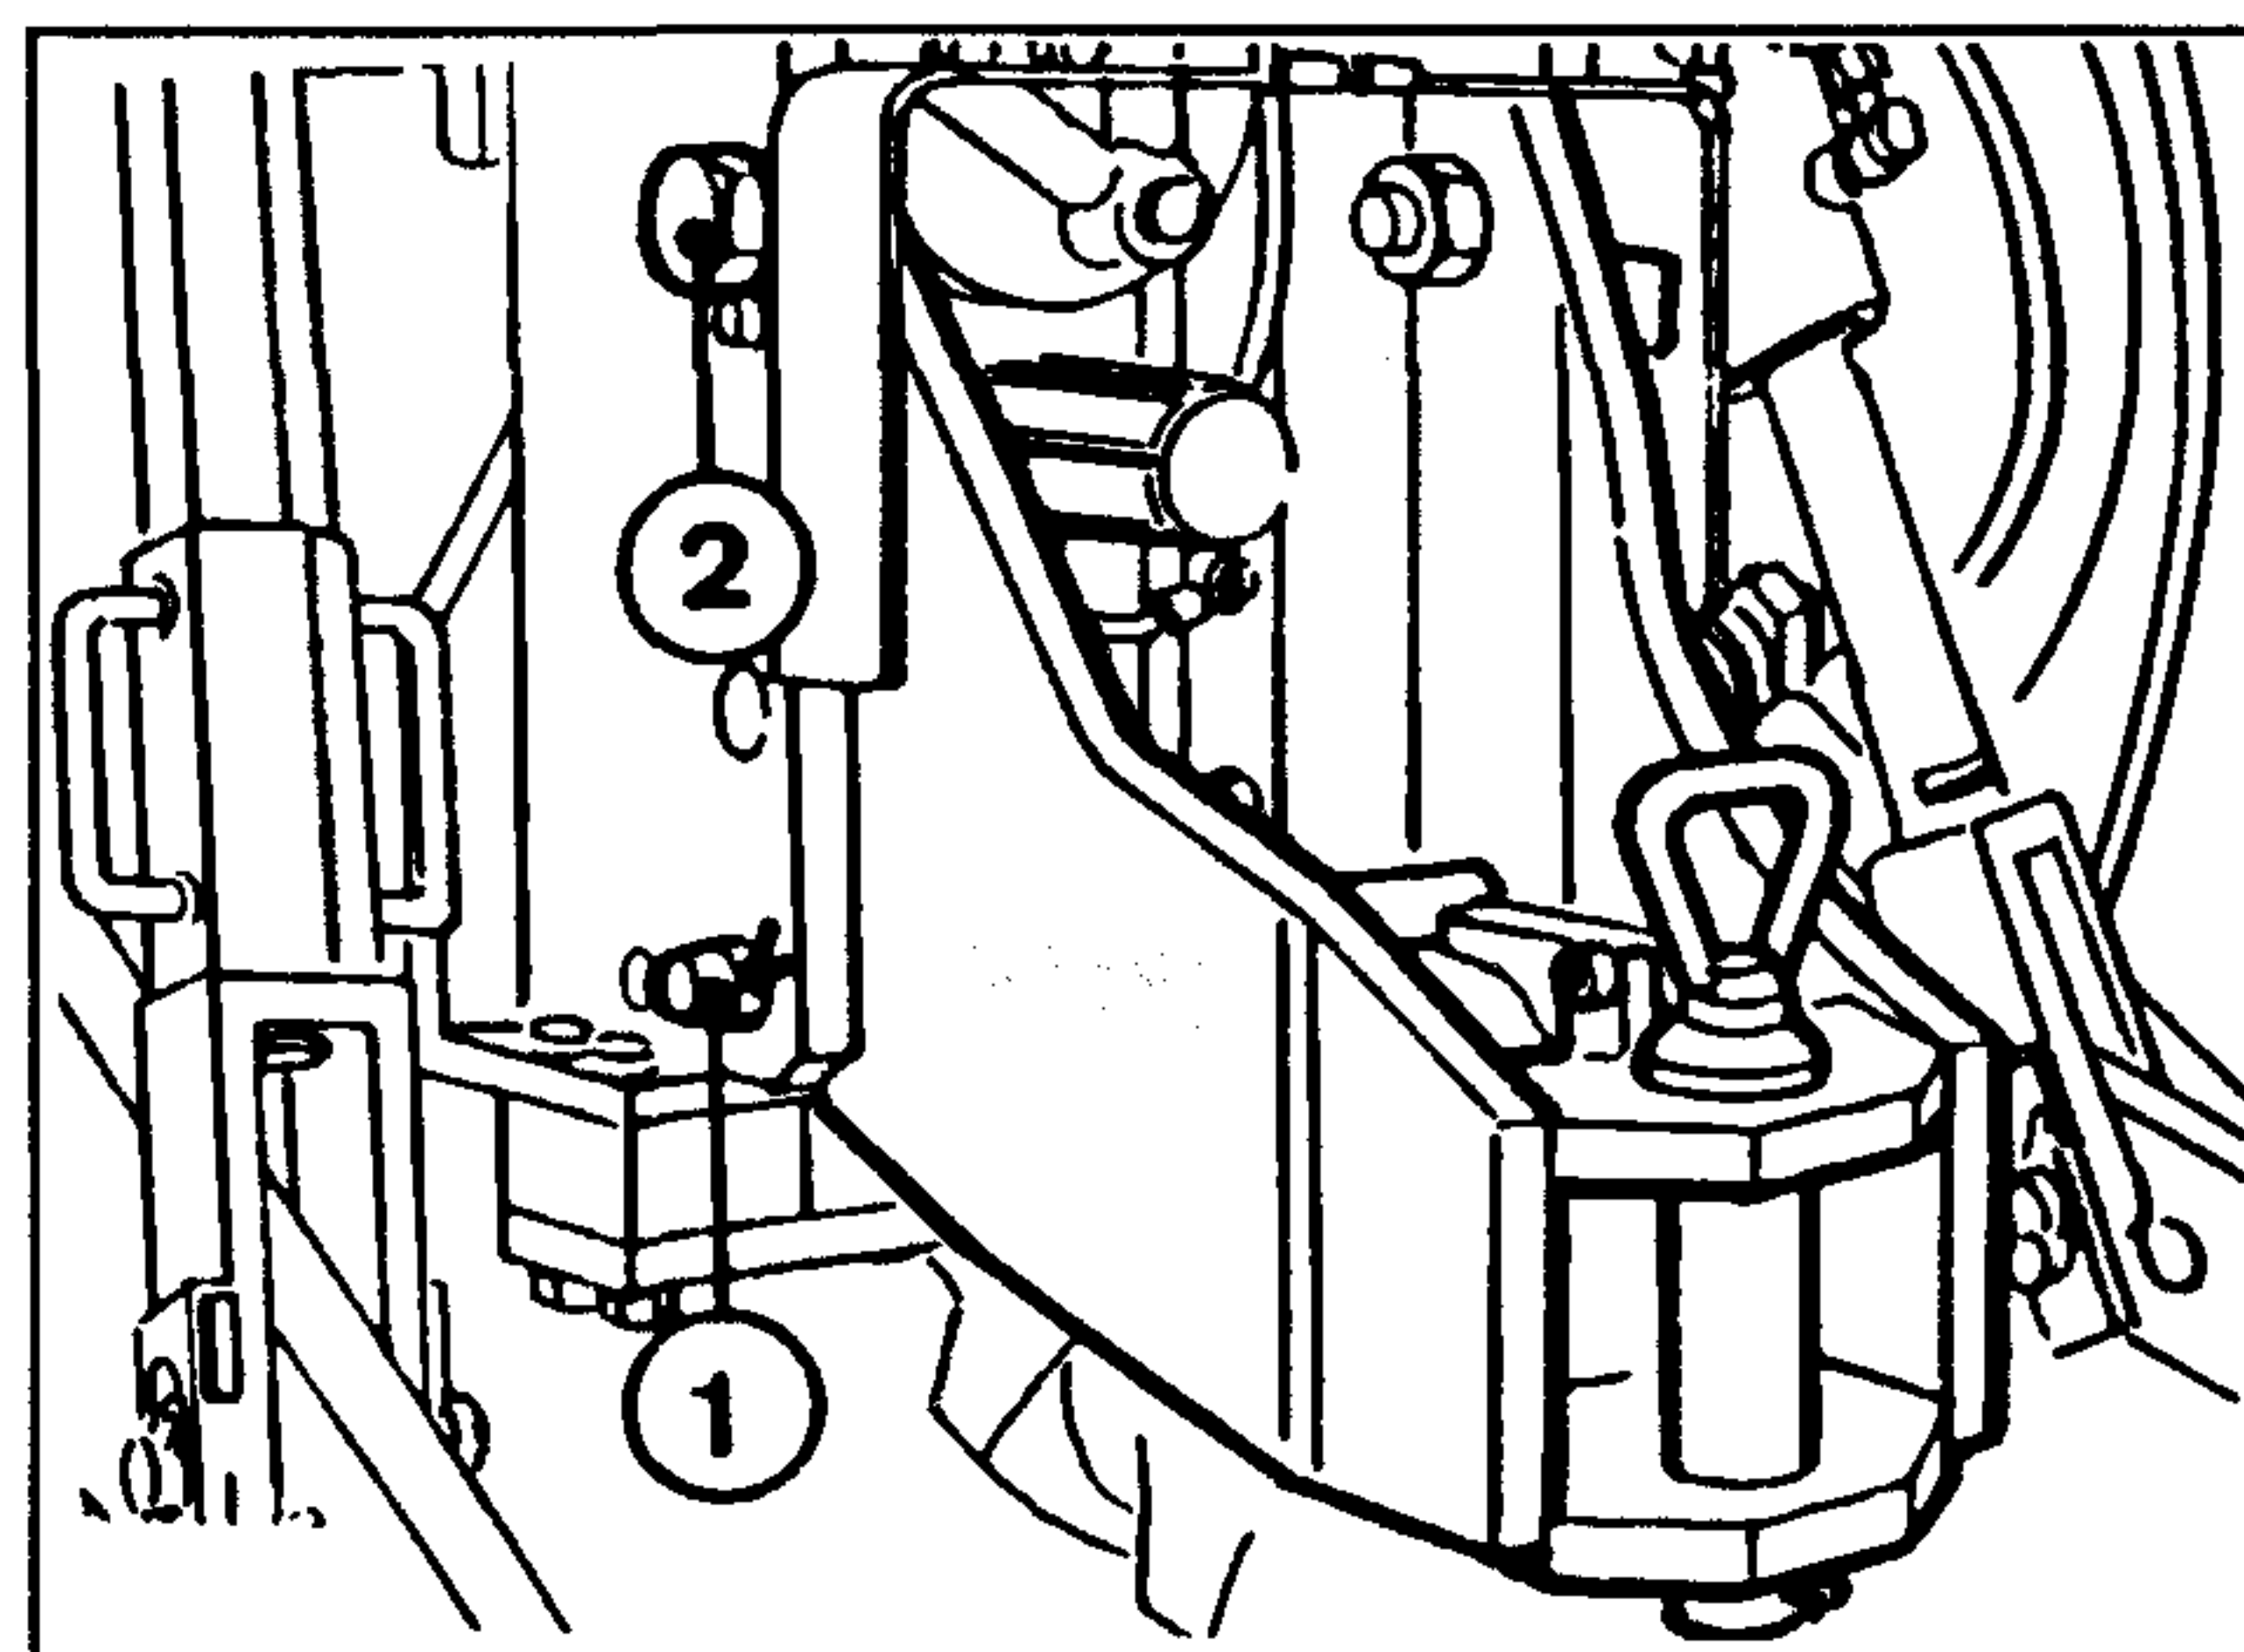

Fig. 4-56 - Cat. "C"
El dispositivo de tiro Categoría "C" (Fig. 4-56) puede emplearse para aperos agrícolas y para remolques de uno o dos ejes.
Para efectuar la regulación, quitar los pasadores (1 - Fig. 4-56) y los tornillos (2) de conexión para desbloquear el gancho y fijarlo en la posición más adecuada.